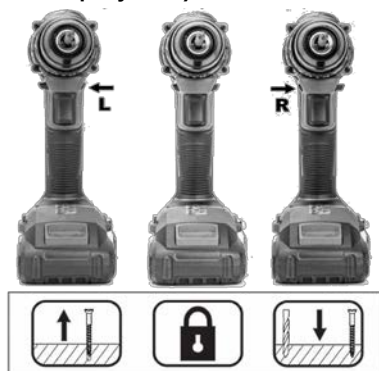

Рисунок 5
4.5 Перемикання реверсу/блокування пускової клавіші (дивіться рисунок 5)